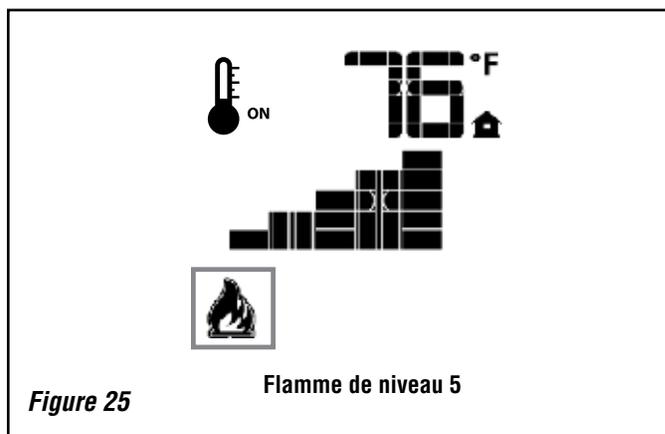

Figure 25
Le système a six (6) niveaux de flamme. Voir Figure 25 pour un exemple. Avec le système en fonctionnement et le niveau de la flamme au maximum dans l'appareil, appuyer une fois sur la flèche descendante pour réduire la hauteur de la flamme d'un niveau jusqu'à ce que la flamme s'éteigne.